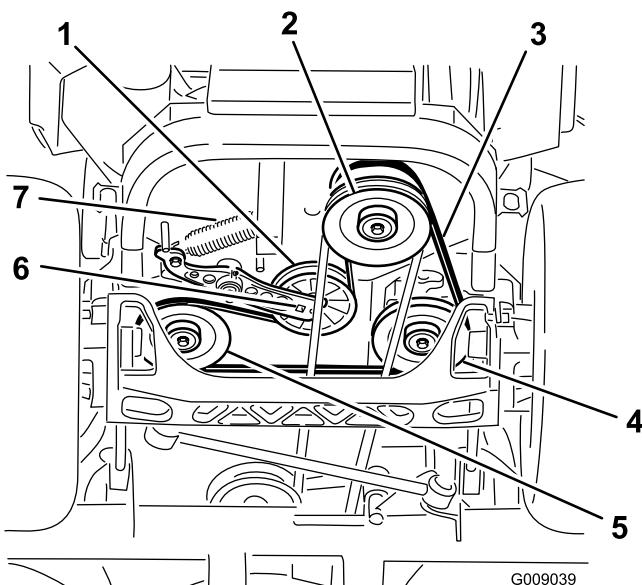

Figura 81
5. Utilice una llave de carraca en el taladro cuadrado del brazo tensor para retirar el muelle tensor (Figura 81).
6. Desenganche el muelle de la polea tensora del bastidor (Figura 81).
9. Utilizando la llave de carraca en el taladro cuadrado del brazo tensor, instale el muelle tensor en el bastidor (Figura 81).
4. Levante la máquina y apóyela sobre gatos fijos (Figura 81).